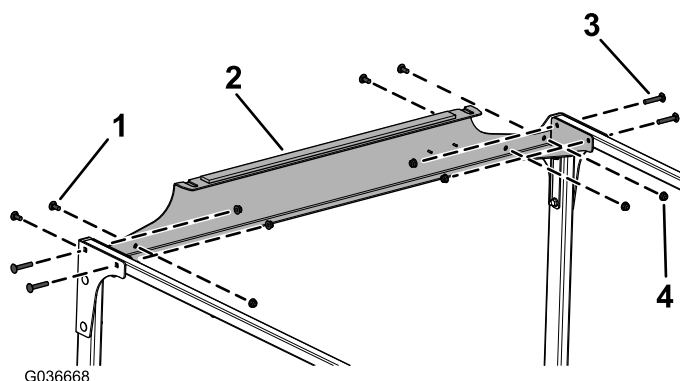

Figura 10
9. Montate, senza serrarlo, il collegamento trasversale posteriore sui tubi di collegamento trasversale e le piastre posteriori utilizzando 4 bulloni a testa tonda (5/16 x 1 3/4"), 4 bulloni a testa tonda (5/16 x 3/4") e 8 dadi flangiati (5/16") come illustrato nella Figura 10.